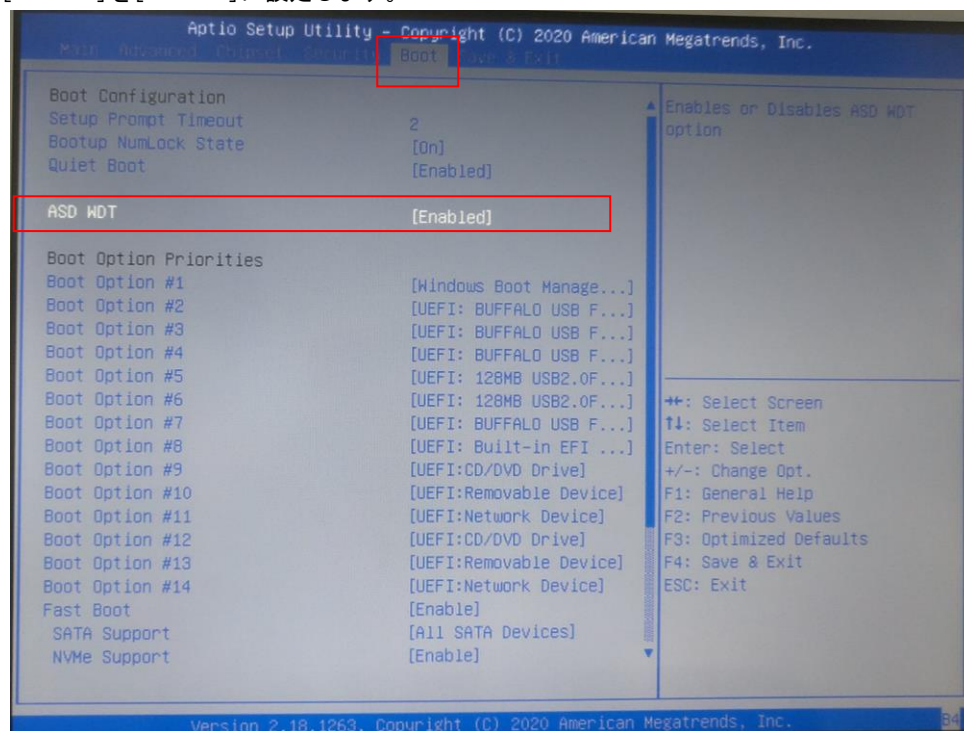

図 5-1-2-1. BIOS 設定画面 ASD WDT 設定
- ⑥ [Save & Exit]メニューを選択します。(図 5-1-2-2)
- ⑦ [Save Changes]を選択し、設定を保存します
- ⑧ [Boot Override]からリカバリ USB を選択し[Enter]キーを押します。